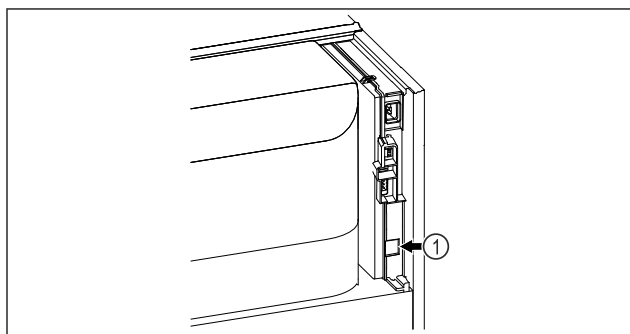

Fig. 100
- Vstavljen je SmartModule Fig. 100 (1).